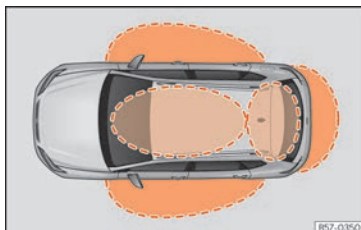
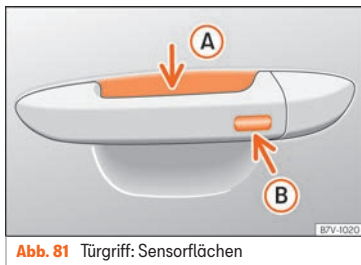

Abb. 80 Keyless Access: Näherungsbereiche.
Abb. 81 Türgriff: Sensorflächen
» Abb. 81
Keyless Access ist ein schlüsselloses Start- und Schließsystem, mit dem das Fahrzeug ohne aktive Fahrzeugschlüsselbenutzung ent- bzw. verriegelt werden kann. Dazu müssen sich lediglich ein gültiger Fahrzeugschlüssel im Erfassungsbereich für den Zugang zum Fahrzeug befinden » Abb. 80 und eine der Sensorflächen an den Türgriffen » Abb. 81 berührt oder der Softtouch/Haltegriff der Heckklappe betätigt werden » Seite 111 » ①.
Befindet sich ein gültiger Schlüssel in einem der Funktionsbereiche »» **Abb. 80**, erteilt das schlüssellose Schließ- und Startsystem Keyless Access diesem Schlüssel eine Zugangsberechtigung, sobald eine der Sensorflächen an den Vordertürgriffen oder der Softtouch/Haltegriff an der Gepäckraumklappe betätigt wird.
- Umfassen Sie einen der Griffe an den Vordertüren. Dabei wird die Sensorfläche »» **Abb. 81 (A)** (Pfeil) im Türgriff berührt und das Fahrzeug entriegelt sich.
- Berühren Sie *einmal* die Verriegelungssensorfläche »» **Abb. 81 (B)** (Pfeil) am Griff an einer der Vordertüren. Die Tür, an welcher der Griff betätigt wird, muss geschlossen sein.
- Berühren Sie *einmal* die Sensorfläche »» **Abb. 81 (B)** (Pfeil) am Griff an einer der Vordertüren. Das Fahrzeug ist mit der „Safe“ »» **Seite 106**-Sicherheitssystem verriegelt. Die Tür, an welcher der Griff betätigt wird, muss geschlossen sein.
- Berühren Sie *zweimal* die Sensorfläche »» **Abb. 81 (B)** (Pfeil) am Griff an einer der Vordertüren, um das Fahrzeug zu verriegeln, ohne das Sicherheitssystem „Safe“ zu aktivieren »» **Seite 106**.
Wenn sich ein gültiger Fahrzeugschlüssel in der Nähe »» **Abb. 80** der Heckklappe befindet, entriegelt die Heckklappe beim Öffnen des verriegelten Fahrzeugs.
- Berühren Sie die Schließaste  auf dem Funkschlüssel und berühren Sie einmal innerhalb von 5 Sekunden die Verriegelungssensorfläche am Fahrertürgriff »» Abb. 81 . Greifen Sie nicht am Türgriff, da sich das Fahrzeug sonst nicht verriegelt. Die Deaktivierung kann auch erfolgen, wenn das Fahrzeug über Fahrertürschloss verriegelt wird.
Um mit der **Komfortfunktion** alle elektrischen Seitenfenster und das Glasdach zu schließen, legen Sie einige Sekunden einen Finger auf den Verriegelungssensorfläche »» Abb. 81  (Pfeil) am Türgriff, bis die Seitenfenster und das Dach geschlossen sind.
Die Sensoren der Türgriffe können durch einen Wasser- oder Hochdruckdampfstrahl aktiviert werden, sofern sich ein gültiger Schlüssel in der Nähe befindet. Ist mindestens eines der elektrisch betriebenen Seitenfenster geöffnet und wird die Sensorfläche »» Abb. 81  (Pfeil) an einem der Türgriffe permanent aktiviert, schließen sich alle Fenster.